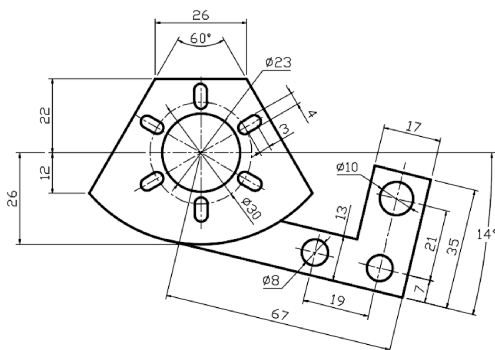

图 2-65 旋转结构
- 旋转结构：对于此结构图形，可以先在水平或者竖直方向上绘制图形，然后使用  旋转调整大小 工具旋转一定角度，从而减少倾斜绘制图形的麻烦，如图 2-65 所示。